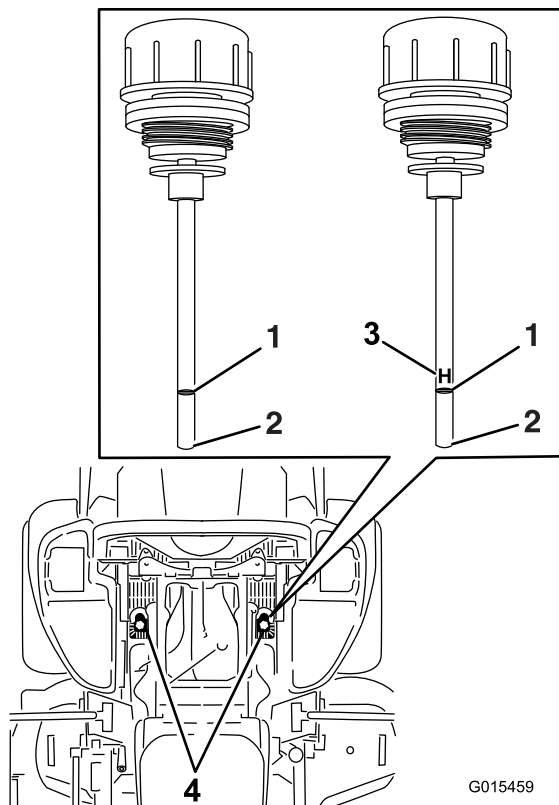

Figure 82
6. Nettoyez la surface autour des jauges des réservoirs du système hydraulique (Figure 82).
7. Sortez la jauge du réservoir hydraulique (Figure 82).
9. Ressortez la jauge et examinez l'extrémité (Figure 82). Si le niveau d'huile est au repère minimum, versez lentement la quantité d'huile qui convient dans le réservoir hydraulique pour faire monter le niveau jusqu'au repère maximum(**H**).